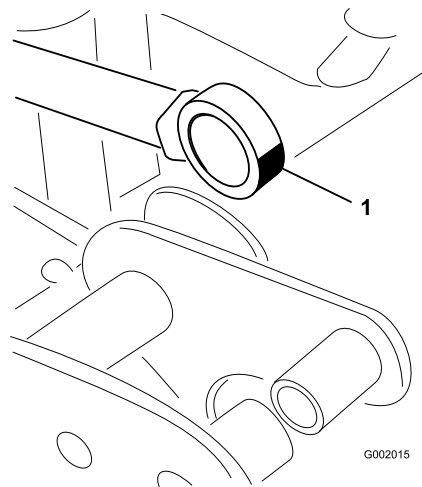

**图 69**
2. 从枢轴销上拆下发卡销 图 69。
3. 向上提起喷洒臂段拆下柱销然后将喷洒臂段慢慢放到地面上 图 69。
7. 支撑住喷洒臂段将柱销插入喷洒臂段枢轴和提升器杆 图 69。